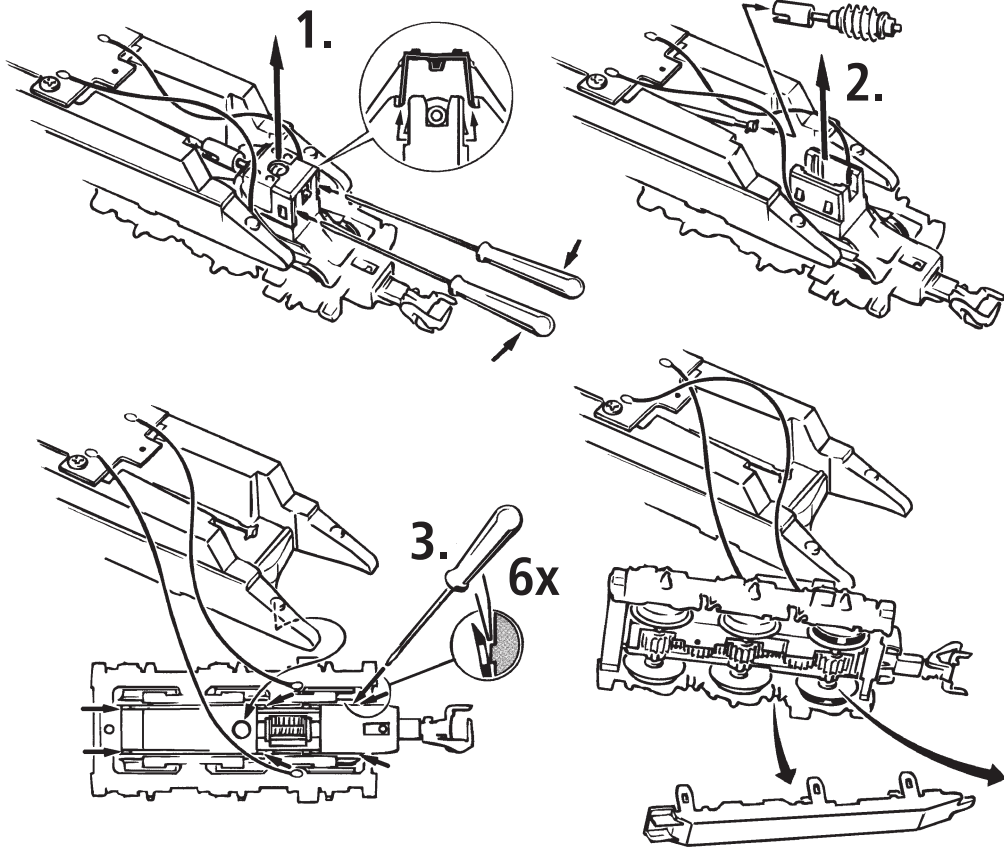
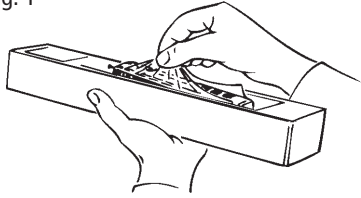

Fig. 8
Fig. 2
**2. Schmierung:** Versehen Sie die im Schmierplan in Fig. 6 gekennzeichneten Stellen mit nur **kleinen Öltropfen**. Dazu zuerst das Lokgehäuse abnehmen (Fig. 2). Wir empfehlen den **ROCO Öler Art.-Nr. 10906**. Fürs Schmieren der Getriebeteile (Zahnräder, Schnecke) empfehlen wir das **ROCO-Spezialfett Art.-Nr. 10905**. Im Falle der Schmierung diese Teile **nicht ölen**.
**Mehrzugbetrieb:** Zuerst Lokgehäuse abnehmen (Fig. 2). Danach den Brückenstecker aus der Schnittstelle entfernen (diesen sorgsam aufbewahren). Danach den Stecker des Decoders lagegerecht einsetzen (Fig. 3).
**4. Kohlebürstenwechsel:** Lokgehäuse abnehmen (Fig. 2). Danach wird der Motor ausgebaut und die Kohlebürsten ausgewechselt (Fig. 8).
**2. Lubrication:** Apply **tiny oil drops** to spots marked in fig. 6. Prior to lubrication dismantle locomotive (fig. 2). We recommend using item no. **10906, Roco oiler**. For lubrication the gearparts (e.g. cogwheels, worm) we would recommended our Roco **special grease** (item no. **10905**).
**4. Carbon Brush Changing:** First remove loco body (fig. 2), and then the motor (fig. 8).
**2. Graissage:** N'appliquez **qu'une tout petite goutte** aux endroits indiqués par le plan de graissage (fig. 6) après avoir démonté la caisse de la locomotive (fig. 2). Nous vous recommandons **le graisseur à huile Roco réf. 10906**. Pour graisser les engrenages (roues dentées, vis sans fin) nous vous conseillons la **graisse spéciale Roco réf. 10905** pour engrenages en matières synthétiques. Lorsque vous utilisez cette graisse il faut éviter d'huiler ces composants.
**4. Remplacement des balais du moteur:** Démontez la caisse (fig. 2). Démontez ensuite le moteur et échangez le balais (fig. 8).
1. siehe see voir } Fig.2